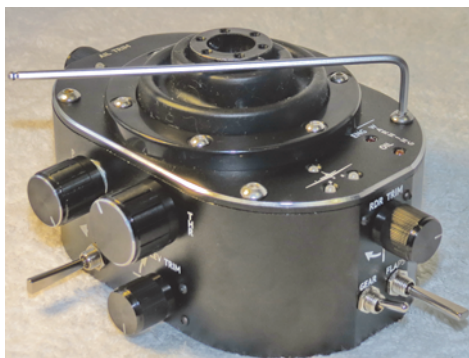

Рис. 1.2.
2. Шестигранником, входящим в комплект поставки, отверните четыре винта, крепящих верхнюю крышку к корпусу (рис. 1.2) и снимите ее.